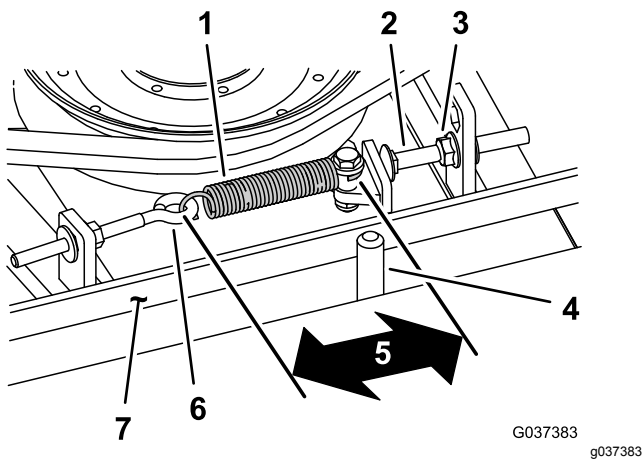

Bild 102
Bei richtiger Spannung sollte die Messung innen an der Verlängerungsfeder (Haken zu Haken) ungefähr $8,3 \text{ cm} \pm 9,5 \text{ cm}$ betragen. Wenn die Federspannung richtig ist, stellen Sie die Anschlagsschraube (Schlossschraube) ein, bis der Abstand zwischen dem Schraubenkopf und dem Spannarm ungefähr 2-5 mm beträgt (Bild 102).
Hinweis: Achten Sie darauf, dass der Riemen auf der Federseite der Riemenführung positioniert ist (Bild 102).
2. Lockern Sie den Augenbolzen (Bild 102).
3. Lösen Sie die Bundmutter, mit der die Anschlagsschraube an der Befestigungsnase befestigt ist, und schieben Sie die Spanscheibe vom Riemen weg (Bild 102).
9. Setzen Sie die Verlängerungsfeder (Bild 102) wieder in den Augenbolzen ein und spannen Sie den Riemen wie folgt: